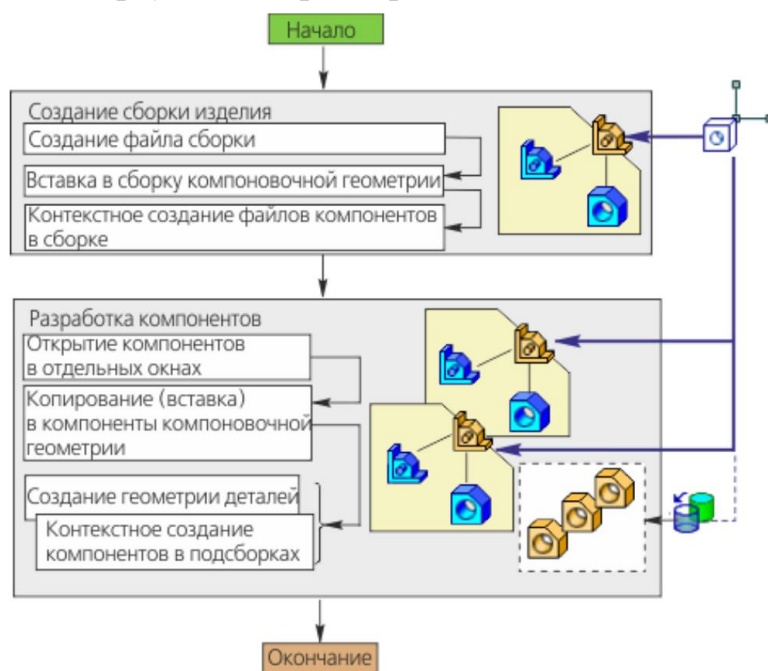

Рис. 6.3. Схема проектирования сверху вниз с предварительной компоновкой
- Методика «Сверху вниз с предварительной компоновкой» (Рис. 6.3.)*